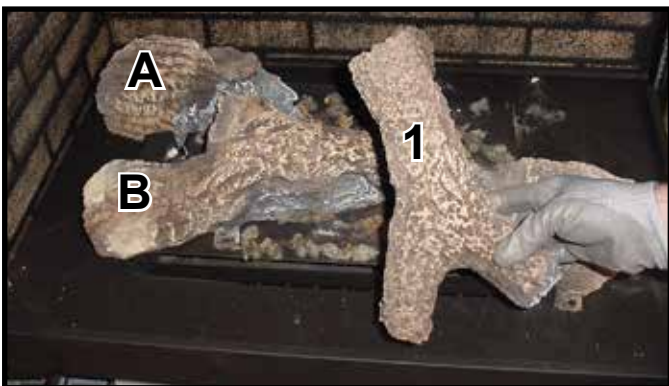
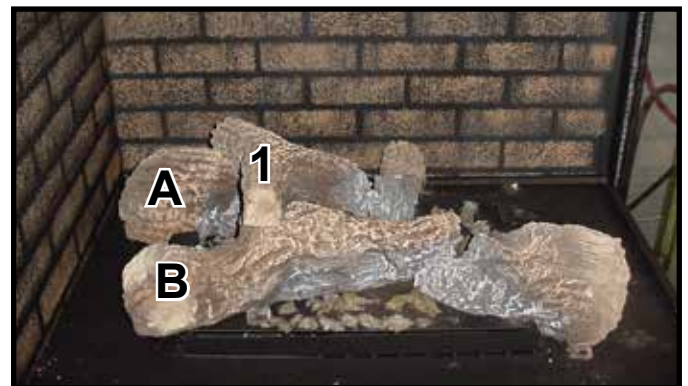

Figure 9. Positionnement de la bûche n° 1
Figure 10. Positionnement de la bûche n° 1
ÉTAPE 1. Bûche n° 1 (SRV2129-704) : Placer la bûche n° 1 sur la bûche A. L'extrémité et la partie inférieure de la bûche n° 1 s'insèrent dans l'indentation de la bûche A en surbrillance à la figure 9. L'extrémité en « Y » de la bûche n° 1 doit reposer sur la partie lisse de la bûche B tel qu'illustré à la figure 10.